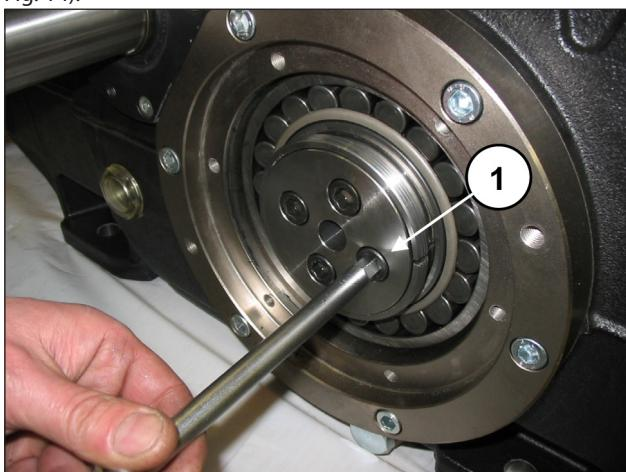

Fig. 13
Dévisser et enlever les vis de fixation de la bride de maintien de la douille, des deux côtés (rep. ①, Fig. 13).